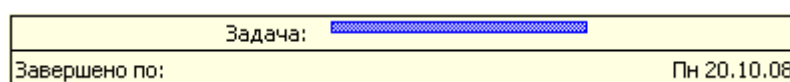

Рис. 52. Информационное окно Задача при вводе отметки о выполнении
• Нажмите и удерживайте левую кнопку мыши. На экране появится информационное окно задачи, в котором будет указана дата *Завершено по:* (Пн. 20.10.08) (рис. 52).